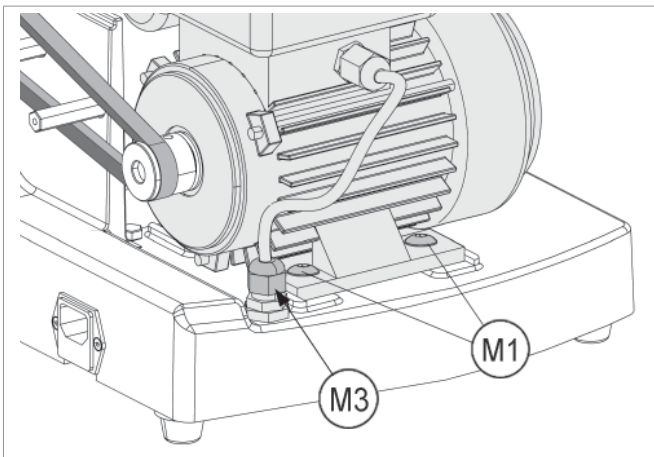

Fig. 55
- 7) Unscrew the wire grommet (M3) (Fig. 55).